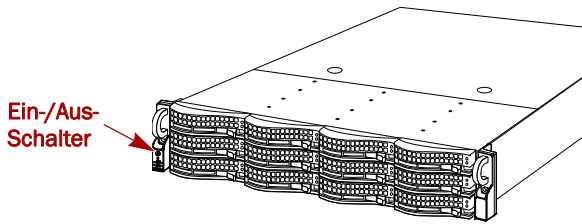

Abbildung 16. Ein-/Aus-Schalter auf dem linken Flansch
Um das Erweiterungs-Array einzuschalten, halten Sie den Ein-/Aus-Schalter (Abbildung 16) maximal eine (1) Sekunde gedrückt.